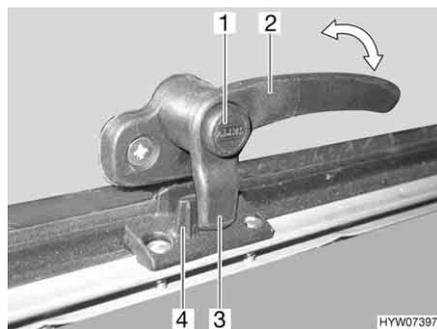
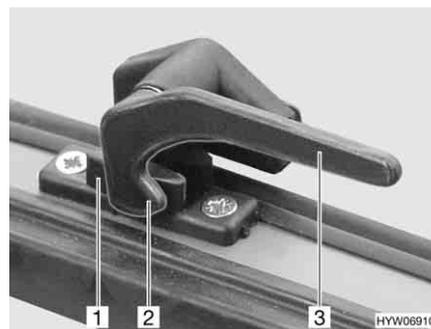

Fig. 97 Palanca de bloqueo con botón de seguridad en la posición de "cerrado"
Fig. 98 Palanca de bloqueo en la posición de "cerrado"
- Si existe, pulsar el botón de seguridad (Fig. 97,1) y mantenerlo pulsado.
- Girar toda la palanca de bloqueo (Fig. 97,2 ó Fig. 98,3) un cuarto de vuelta hacia el centro de la claraboya.
- Girar todas las palancas de bloqueo (Fig. 97,2 ó Fig. 98,3) un cuarto de vuelta hacia el marco. El saliente de bloqueo (Fig. 97,3 ó Fig. 98,2) se encuentra en la cara interior del bloqueo de la claraboya (Fig. 97,4 ó Fig. 98,1).
- En la posición "cerrada fijamente" (Fig. 97 y Fig. 98)